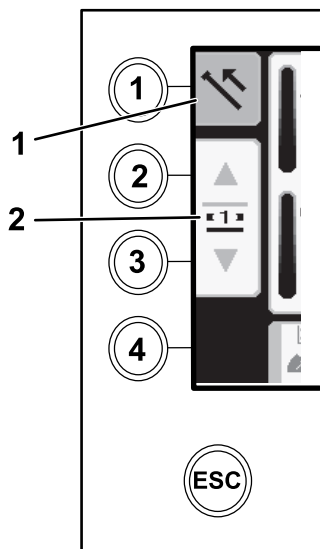

Bild 6
1. Drücken Sie die Taste 1, um die Option für das Rohrziehen auszuwählen (Bild 6).
- Drücken Sie die Tasten 2 und 3, um die Reihe auszuwählen, in der Sie das Rohr platzieren möchten (**Bild 6**)